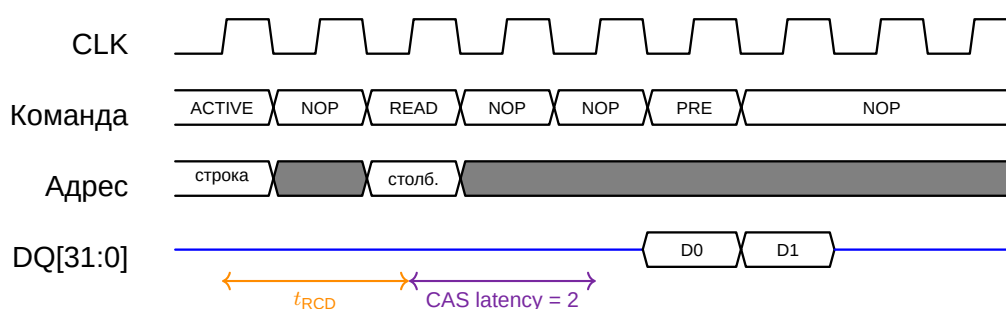

Рис. 17.4.: Чтение из SDRAM: открыть строку (ACTIVE), подождать t_{RCD} , выдать команду READ, через CAS latency тактов получить данные
- Хорошее упражнение повышенной сложности — написать свой контроллер, следуя рис. 17.4 и документации на микросхему.